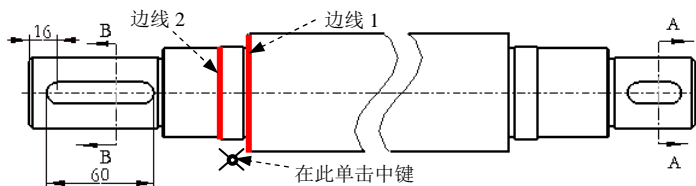
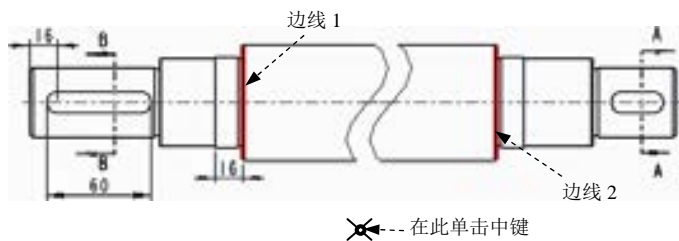
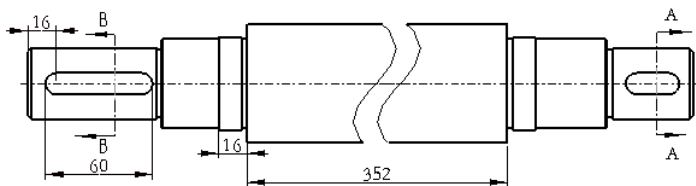

图 5.9.7 定义尺寸标注的参考（一）
图 5.9.8 定义尺寸标注的参考（二）
图 5.9.9 添加尺寸
(1) 添加尺寸（一）。
① 在功能区中选择 **注释**  **尺寸**  命令。
② 此时系统弹出“选择参考”对话框，选取图 5.9.7 所示的边线 1，按住 **Ctrl** 键，再选取图 5.9.7 所示的边线 2，在图 5.9.7 所示的位置单击中键放置尺寸，结果如图 5.9.8 所示。
(2) 添加尺寸（二）。选取图 5.9.8 所示的边线 1，按住 **Ctrl** 键，再选取图 5.9.8 所示的边线 2，在图 5.9.8 所示的位置单击中键放置尺寸，结果如图 5.9.9 所示。